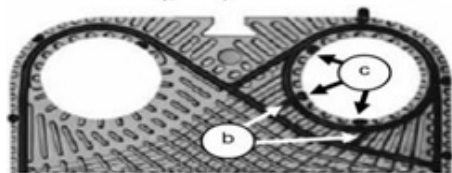

Fig 9.
Pour la moitié de joint dont la plaque d'un logement correspondant à chaque Plug-in® (Fig.9-c), positionnez le joint, insérez les Plug-in® dans leur logement et encollez les barrettes de liaison Fig.9-b. Il peut aussi être nécessaire d'éliminer les barrettes de liaison (Fig.9-b).
**NOTA** : certaines plaques ne disposent pas d'emplacement sur le pourtour des collecteurs pour insérer les Plug-in® des joints, il faut donc les couper avec des ciseaux. Pour ces plaques, il faut également couper les barrettes de liaison Fig.9-b. La zone non maintenue des joints doit alors être maintenue par collage. Nous conseillons d'encoller en totalité les joints d'échangeur DN200